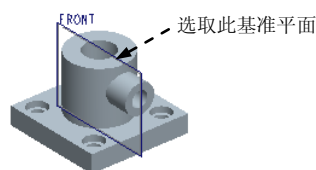

图 3.2.12 选取剖切平面
(2) 在图 3.2.12 所示的模型中选取 FRONT 基准平面。